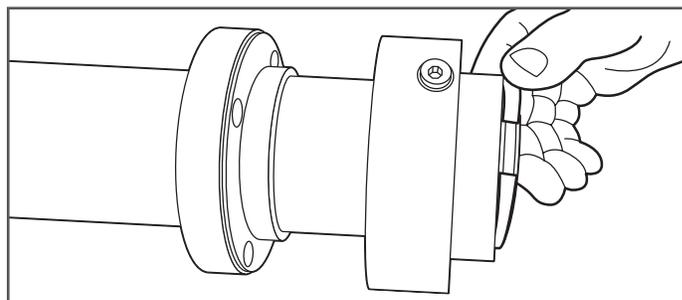

Figura 8-6
6. Con los aros partidos expuestos, quítelos del acoplamiento DoubleTrac®. (Figura 8-6)